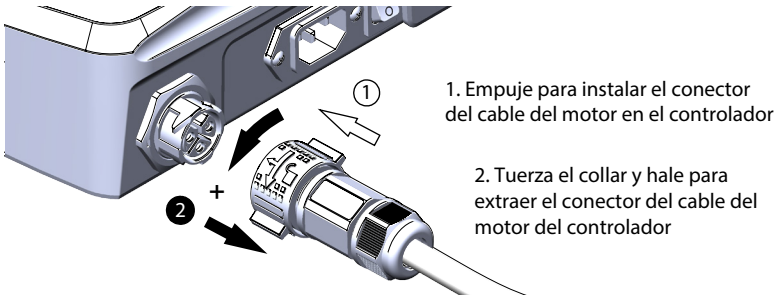

Figura 4: Conexión y desconexión del cable del motor al/del controlador
3. Para desconectar el cable del motor, gire el collar azul en sentido contrario de las agujas del reloj (izquierda) para liberar el bloqueo. El conector ahora se puede extraer del tomacorriente, como se indica en la Figura 4.